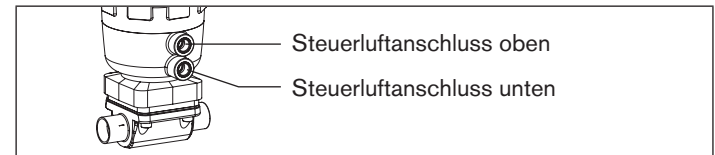

Bild 17: Pneumatischer Anschluss
→ Steuermedium an Steuerluftanschluss **unten** des Antriebs anschließen (siehe „Bild 17: Pneumatischer Anschluss“).
→ Steuermedium an Steuerluftanschluss **oben** des Antriebs anschließen (siehe „Bild 17: Pneumatischer Anschluss“).
→ Zur Reduzierung der Abluftlautstärke: Schalldämpfer in den freien Steuerluftanschluss stecken (siehe „Bild 17: Pneumatischer Anschluss“).
4) siehe „Bild 17: Pneumatischer Anschluss“.